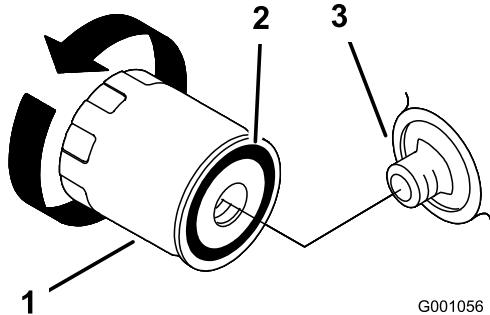

図 26
2. オイルフィルタを外し、フィルタのアダプタガスケットの表面をきれいに拭く（図 26）。
3. 新しいフィルタのガスケットにオイルを薄く塗る（図 26）。
4. アダプタにフィルタを取り付け、ガスケットがアダプタに当たるまでフィルタを右に回し、そこから更に 2/3~1 回転増し締めする（図 26）。